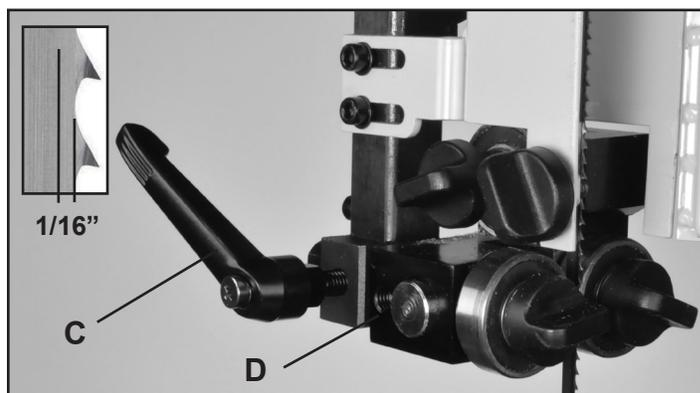

FIGURE 23
2. Les guides doivent être à environ 1/16" derrière les gorges de la lame de scie. Si elles doivent être déplacées, desserrez la poignée de serrage arrière (#30E, Fig. 23, C) et déplacez le bloc de guide supérieur (#48E, D) qui maintient les guides afin qu'ils soient correctement positionnés derrière les gorges de la lame. Resserrez la poignée lorsque vous avez terminé. Fig. 23.